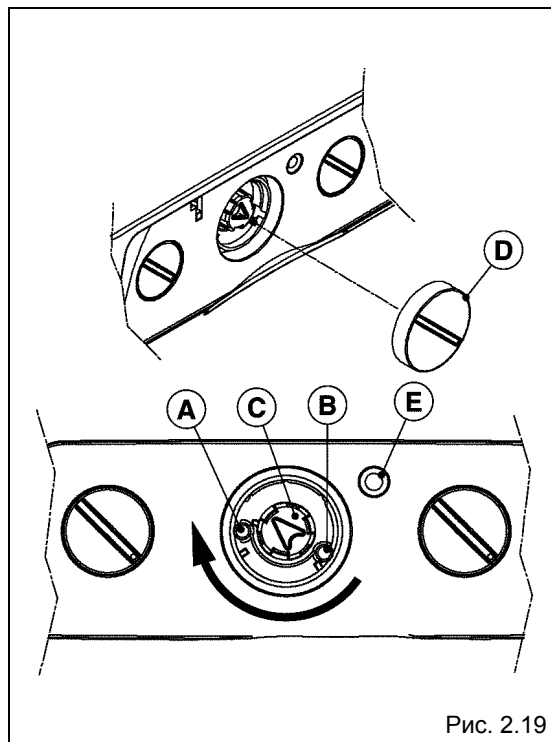

Рис. 2.19
- Снимите переключатель режимов работы (рис. 2.19), потянув его на себя;
- Переведите ручку (C) в положение «газоанализ»: для этого поверните ручку по часовой стрелке до упора (рис. 2.19);
- Можно отрегулировать максимальное (В) и/или минимальное давление газа в режиме отопления (А), вставляя маленькую плоскую отвертку в отверстия, расположенные напротив потенциометров Р5 (максимум) и Р4 (минимум) (рисунок 2.19);
- Снимите ручку переключателя режимов работы, потянув ее на себя (рис. 2.19);
- Поверните ручку (С) по часовой стрелке до упора (рис. 2.19), до позиции «газоанализ»;
- Желтый световой индикатор (Е) начнет мигать (рис. 2.19);
- Снимите ручку переключения режимов работы, потянув ее на себя (рис. 2.19);
- Поверните ручку по часовой стрелке до упора (рис. 2.19), до позиции «газоанализ»;
- Желтый световой индикатор (E) начнет мигать (рис. 2.19);